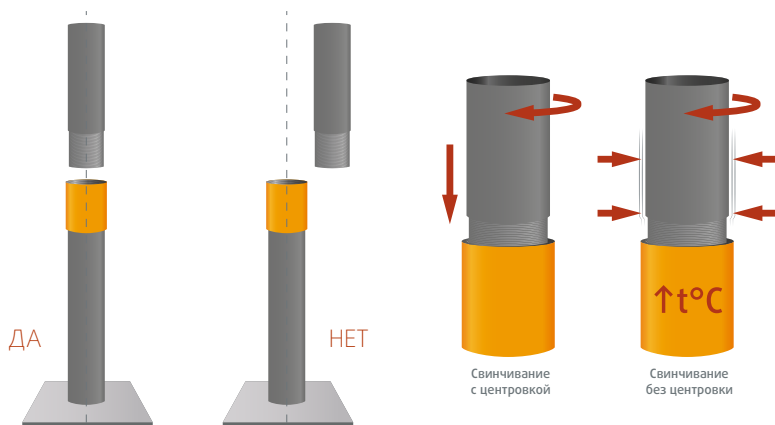

Рис.14
- Для предотвращения проблем при свинчивании соединения, перекоса резьбы, поверяйте соосность двух труб. Осевая линия подвешенной трубы должна совпадать с осью трубы установленной в роторных клиньях при необходимости регулируйте (см. рис.14).